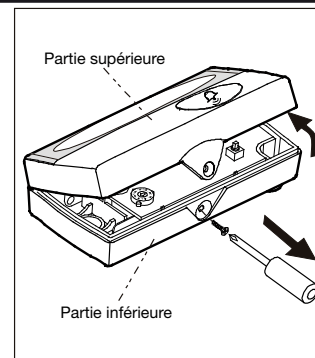

Fig. 1
1. Utiliser un tournevis cruciforme pour défaire la partie supérieure. Fig. 1.
2. Utiliser un tournevis cruciforme pour dévisser la partie supérieure du boîtier. Fig. 1.